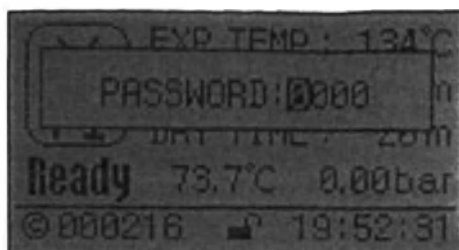

Рис. 10: Вид дисплея для ввода пароля
1. Если нажать кнопку **<Change/Save>**, то на ЖК-дисплей будет выведено окно ввода пароля, показанное на Рис. 10. Первый разряд пароля при этом мигает, показывая положение курсора. Ввод заданного пароля осуществляется изменением значений при помощи кнопок **<↑, ↓>**, а положение курсора изменяется кнопками **<←, →>**, после чего следует еще раз нажать кнопку **<Change/Save>**. При вводе правильного пароля на дисплей будет выведено окно настройки пользовательского цикла, показанное на Рис. 11, при этом начинает светиться светодиод кнопки **<Change/Save>**. Если введенный